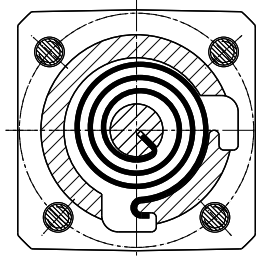

Bild 1 Einbaulage der Schließfedern für *Bedienungsseite "rechts"* (Standardausführung)
4.2.3 Schließfedern (31)
- Im Federgehäuse (33) sind 2 Aufnahmenuten für die Schließfedern eingegossen. Die Nuten sind für die unterschiedliche Aufnahme der Schließfedern bei den Ausführungsarten "Bedienungsseite rechts" oder "Bedienungsseite links" erforderlich.
- Beim Einbau sind die Schließfedern zunächst in das Federgehäuse (33) einzulegen. Dabei ist auf die Anordnung der Federn gemäß Bild 1 und 2 zu achten.
- Die richtige Vorspannung der Schließfedern ist dann gegeben, wenn sich alle 4 Befestigungsschrauben (32) im Gehäuse montieren lassen (ca. halbe Umdrehung des Federgehäuses). Die Ventilklappe muss sich dabei in der Geschlossenstellung befinden.